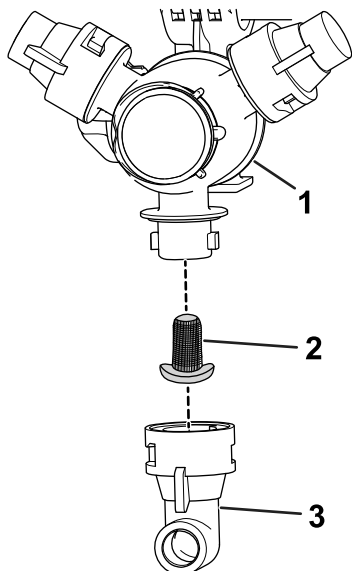

Figura 89
10. Coloque el tapón de vaciado en el acoplamiento inferior de la cubeta, y apriete el tapón a mano (Figura 89).
2. Retire la boquilla de la torreta de fumigación (Figura 89).
3. Retire el filtro de la boquilla (Figura 89).
5. Instale el filtro de la boquilla (Figura 89).
6. Instale la boquilla en la torreta de fumigación (Figura 89).